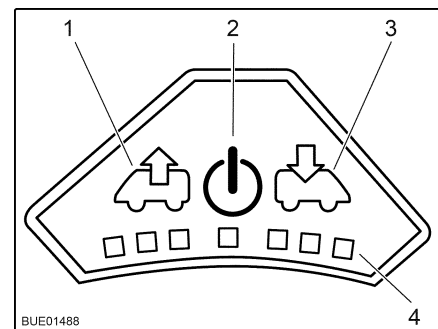

Bild 79 Bedienfeld des Ventilators
- Taste Ein/Aus (Bild 79,2) drücken. Der Ventilator läuft im Komfortmodus (Entlüften mit niedrigster Ventilatordrehzahl).
- Um die Ventilatordrehzahl zu erhöhen: Taste Entlüften (Bild 79,1) drücken. Die Ventilatordrehzahl in Entlüftungsrichtung nimmt um eine Stufe zu. LEDs (Bild 79,4) zeigen die Schaltstufen an.
- Um die Ventilatordrehzahl zu verringern: Taste Belüften (Bild 79,3) drücken. Die Ventilatordrehzahl nimmt um eine Stufe ab.
- Um die Ventilatordrehzahl zu erhöhen: Taste Belüften (Bild 79,3) drücken. Die Ventilatordrehzahl in Belüftungsrichtung nimmt um eine Stufe zu. LEDs (Bild 79,4) zeigen die Schaltstufen an.
- Um die Ventilatordrehzahl zu verringern: Taste Entlüften (Bild 79,1) drücken. Die Ventilatordrehzahl nimmt um eine Stufe ab.
- Taste Ein/Aus (Bild 79,2) drücken. Der Ventilator stoppt, die LEDs erlöschen.